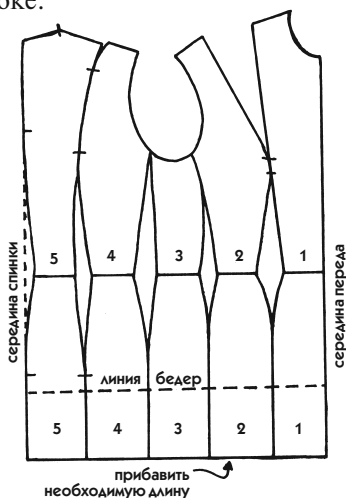

Рис. 284
- Продлите все рельефы, начерченные от плечевого среза до линии бедер, вертикальными линиями до временного края юбки (рис. 284).